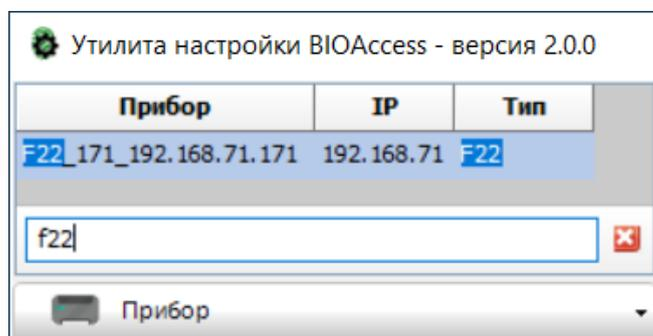

Рис. 24
- В поле поиска ввести символы, которые могут входить в имя прибора, его тип или IP адрес. По мере ввода подходящие по введенному контексту приборы будут выделяться в списке (рис. 24).